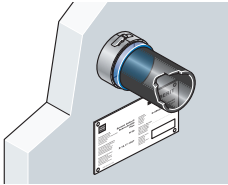

Abbildung 38: Kennzeichnungsschild
- Das beigepackte Kennzeichnungsschild ist neben dem Rohrschott dauerhaft am Bauwerk zu befestigen (→ Abbildung 38).